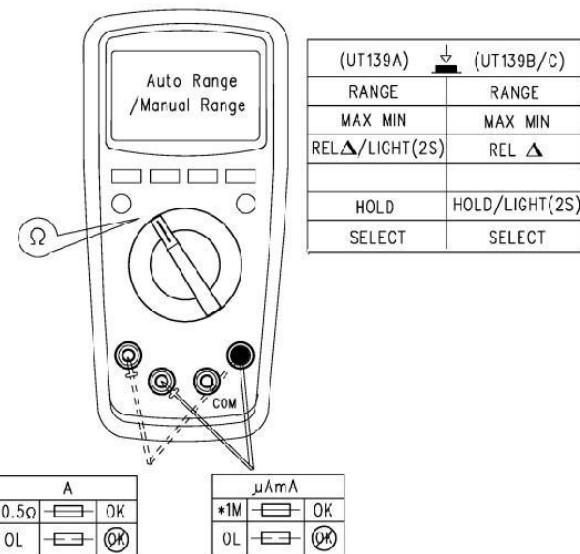

Рисунок 4
9.2. Измерение сопротивления (см. рисунок 4а)
Рисунок 4а
- С помощью функции измерения сопротивления допускается проводить проверку встроенных предохранителей (см. Рисунок 4б).